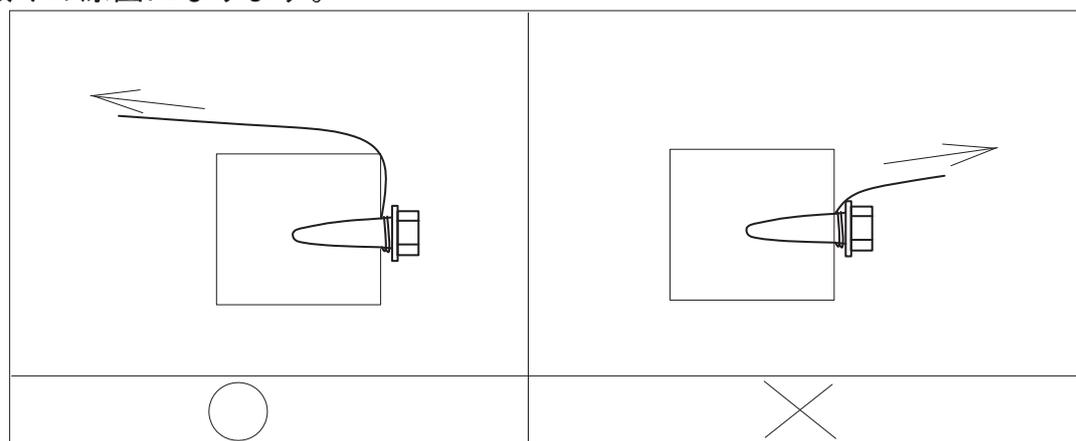

図 17
- コーチねじの取付けは 15 ページ図 17 の「コーチねじ取付要領」を参照ください。